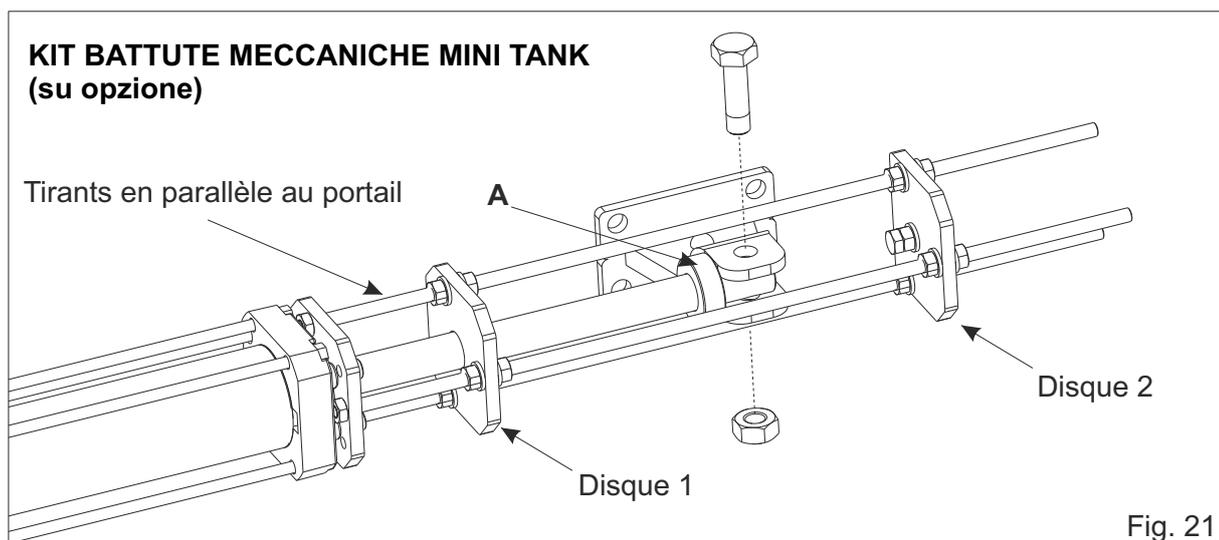

Fig. 21
- Mettre les feuilures de fin de course sur la bride antérieure de l'ensemble avec les deux tirants (des trois présents sur la feuillure) qui se trouvent en parallèle au portail (Fig. 21).
- Insérer la boucle fournie (A) dans la tige.